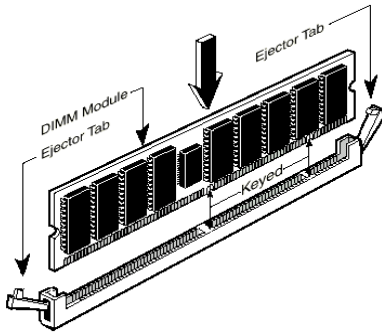

Abb. 2-4. Installation des Speichermoduls
Schritt 5. Setzen Sie das DIMM-Modul wie im Bild gezeigt in den Erweiterungssockel. Achten Sie darauf, wie das Modul im Sockel sitzt. Schauen Sie sich Abb. 2-4 für Details an. *Dies versichert, daß das DIMM-Modul nur auf eine Weise in den Sockel eingesetzt werden kann.* Drücken Sie das DIMM-Modul fest in den DIMM-Sockel, bis daß das Modul komplett im DIMM-Sockel sitzt.